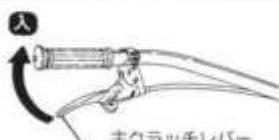

図14
- ② 主クラッチレバーを左手でゆっくり握りクラッチが入ります。(図14)